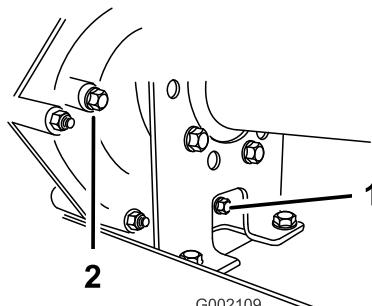
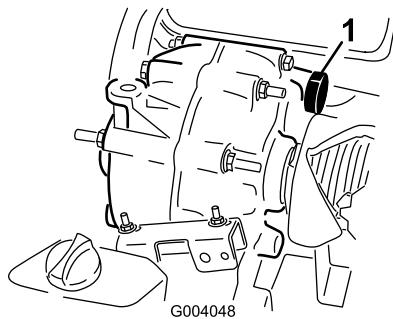

図 50
図 51
2. 補給口および排出口の周囲をウェスできれいにふき取る図 50。
4. 補給プラグを左に回して抜きとる図 50。
5. ドレンプラグを左に回して抜きとる図 50。
6. ガスケットとドレンプラグを元通りに取り付ける図 50。
9. 補給プラグ穴から、オイル溜め図 51に、所定のトランシミッションオイル約 1.4 リットルを入れる。これで補給口のねじ山の下位置までオイルが入る。(図 50)。
8. ガスケットと補給プラグを元通りに取り付ける図 50。
10. オイルの量を点検し、ねじ山の下位置よりも下がっている場合には適宜追加する図 50。